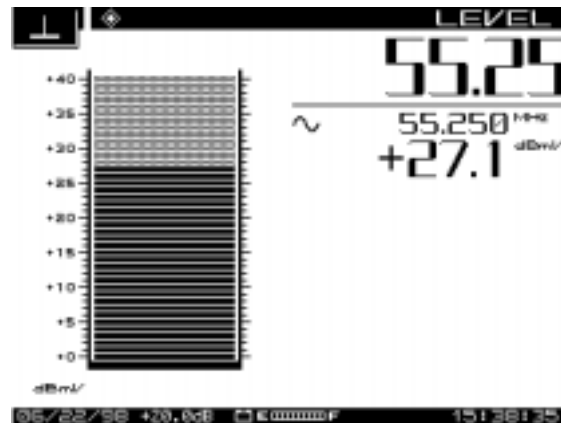

Abb. 6-2 PEGEL-Modusbildschirm, nur spezifische Frequenz
- **Über die Frequenz einstellen:** Um über die Frequenz einzustellen, die numerischen Tasten zur Eingabe einer Frequenz verwenden und dann mit der Taste **FREQ** bestätigen (siehe Abb. 6-2). Die linke und rechte Pfeiltaste verwenden, um die Frequenz zu erhöhen oder zu mindern. Die Schrittgröße für diese Frequenzänderungen wird während des Setupverfahrens festgelegt.